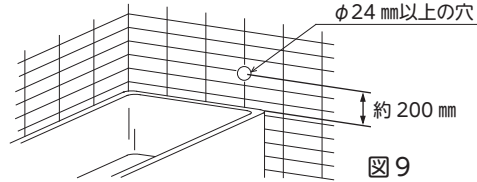

図9
1. 壁にφ24mm以上の穴をあける。標準タイプの取り付け壁厚は130~205mmです。(図9)